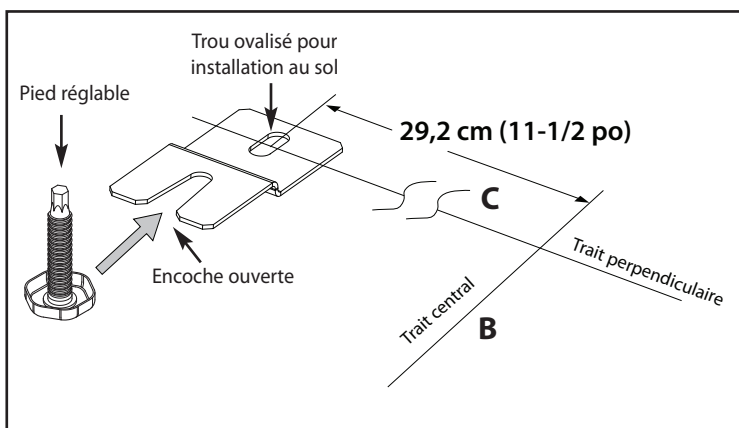

Fig. 07
5. Fixer le support au sol à travers le trou ovalisé (voir Fig. 07) à l'aide de fixations appropriées pour le type de sol.
6. Positionner l'unité de manière à ce que le pied réglable s'enclenche dans le support antibasculément (Fig. 07).